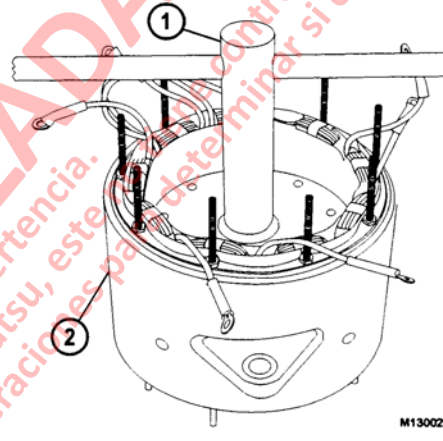

FIGURA 13-18
2. Retire los pernos que fijan el carrete de la bobina de campo a las aletas del estator (Figura 13-18).